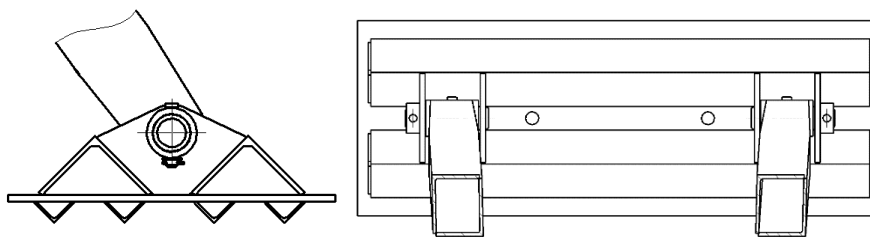

Рисунок 3.100. Подпятник
- Установить подпятник (рис. 3.100).